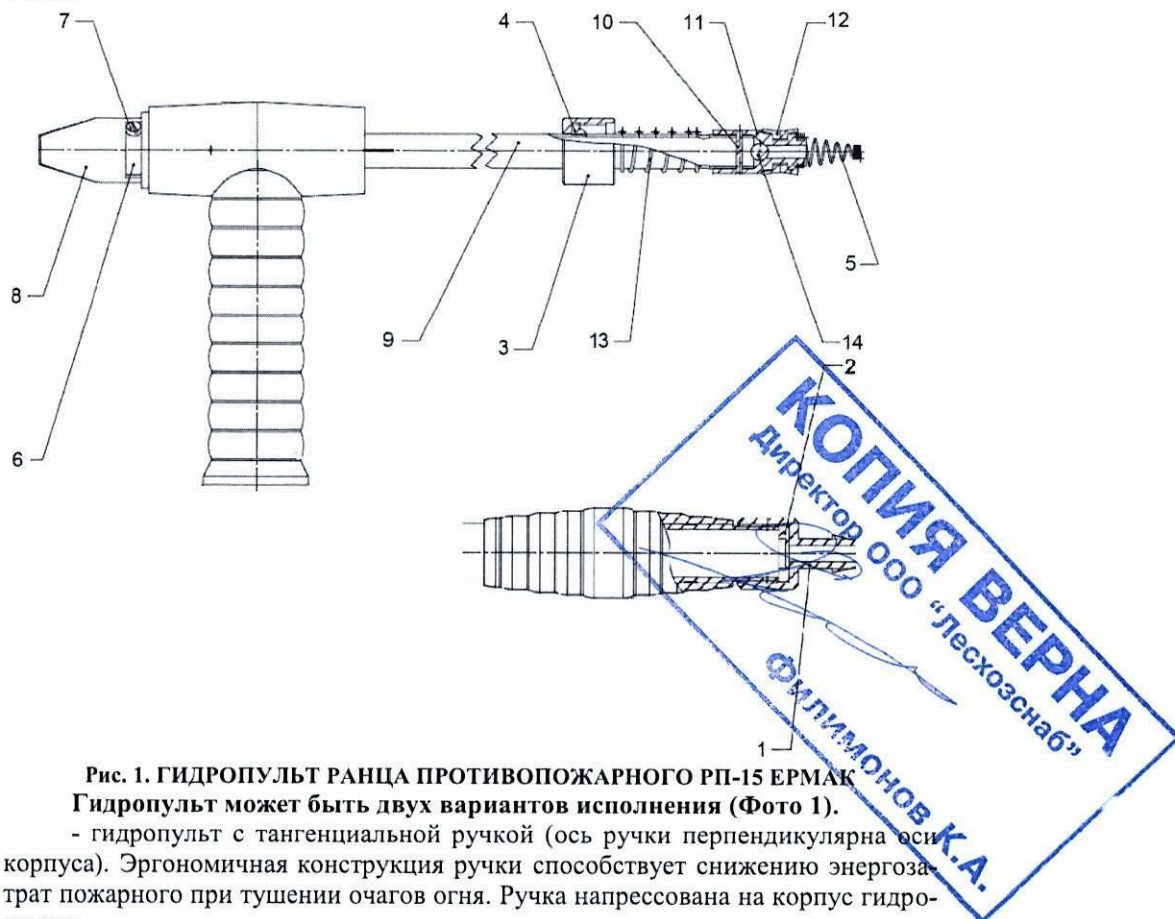

Рис. 1. ГИДРОПУЛЬТ РАНЦА ПРОТИВОПОЖАРНОГО РП-15 ЕРМАК
4.2.2. Гидропульт (Рис. 1) представляет собой ручной поршневой насос двойного действия, состоящий из цилиндра (корпус гидропульта) с ручкой и штока.